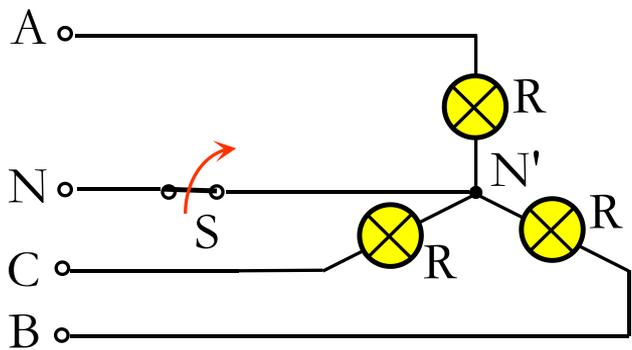
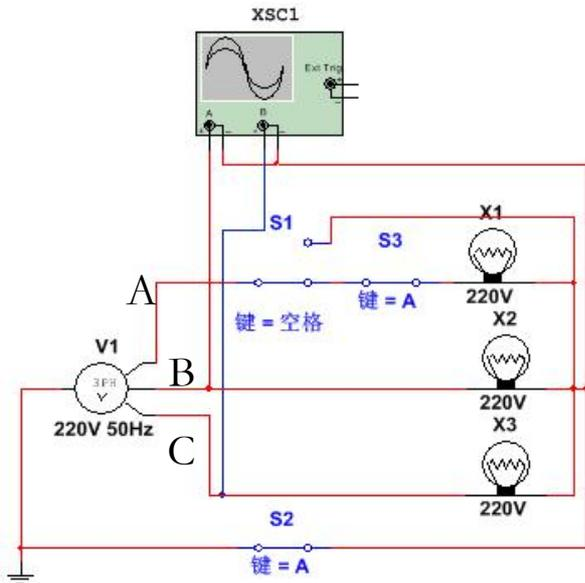

图9
图10
4) 照明系统故障分析。电路如图9所示，电源采用星形连接，且相电压有效值为220V，频率为50Hz，若灯泡的额定电压为220V，额定功率为100W，仿真电路如图10所示，当开关S2闭合时，切换开关S1及S3将A相短路或断路，记录其余两相的电压波形图；当开关S2断开时，切换开关S1及S3将A相短路或断路，记录其余两相的电压波形图，进一步验证中线的作用。